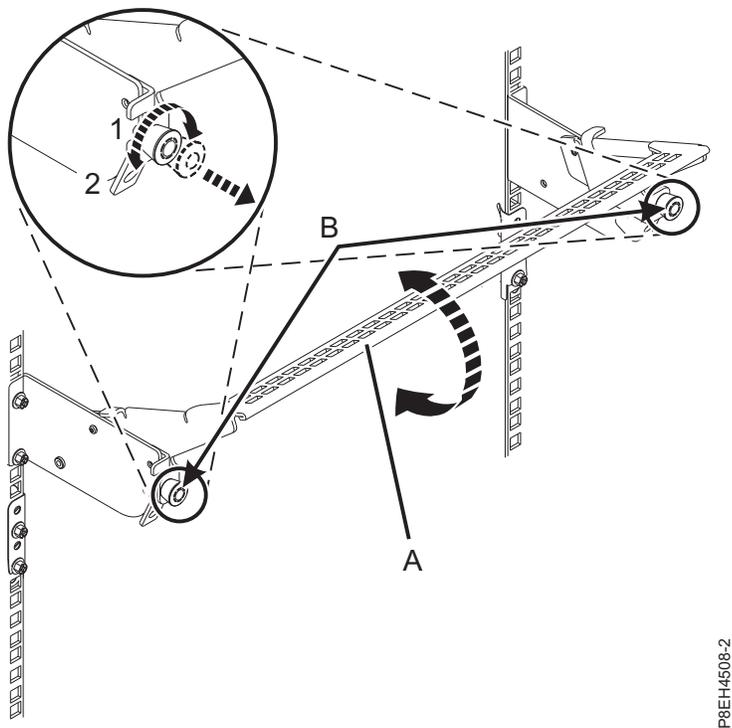

Figura 13. Colocación de la abrazadera portacables en posición operativa
- a. Extraiga los cierres de giro de 90 grados (**B**) y hágalos girar para soltarlos mientras levanta la abrazadera portacables (**A**) llevándola a su posición más baja (**2**). Consulte la Figura 13 en la página 16.